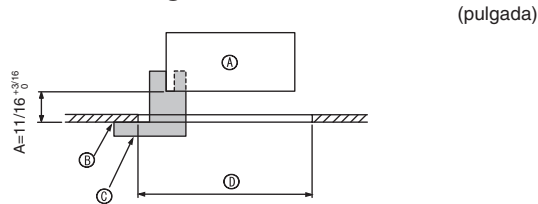
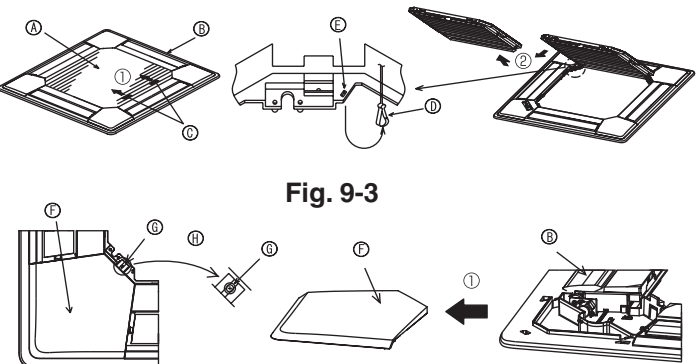
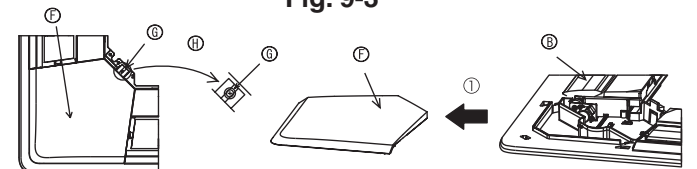

Fig. 9-2
Fig. 9-3
Fig. 9-4
①	Dimensiones de la rejilla	1	950 × 950 (mm), 37-3/8 × 37-3/8 pulgadas
②	Tornillo con arandela cautiva	4	M5 × 0,8 × 25
③	Plantilla	1	(Dividido en cuatro partes)
④	Remache	3
⑤	Tornillo	4	4 × 8
⑥	Tornillo	1	4 × 12
9.2. Preparación para conectar la rejilla (Fig. 9-2)
- Con la plantilla ③ que se suministra con este equipo, ajuste y compruebe la posición de la unidad en el techo. Si la unidad no está colocada en el techo de forma adecuada, podrían producirse escapes de aire o generarse una condensación.
- ① Unidad principal
- ② Techo
- ③ Plantilla ③ (metida en la unidad)
- ④ Dimensiones de apertura del techo
9.2.1. Extracción de la rejilla de admisión (Fig. 9-3)
- Deslice las palancas en la dirección indicada mediante la flecha ① para abrir la rejilla de admisión.
- Con la rejilla de admisión en posición “abierta”, extraiga la bisagra de la rejilla de admisión de la rejilla tal y como se indica mediante la flecha ②.
9.2.2. Extracción del panel angular (Fig. 9-4)
- Extraiga el tornillo de la esquina del panel angular. Deslice los paneles angulares indicados por la flecha ① para extraer este panel.
[Fig.9-3] [Fig.9-4]